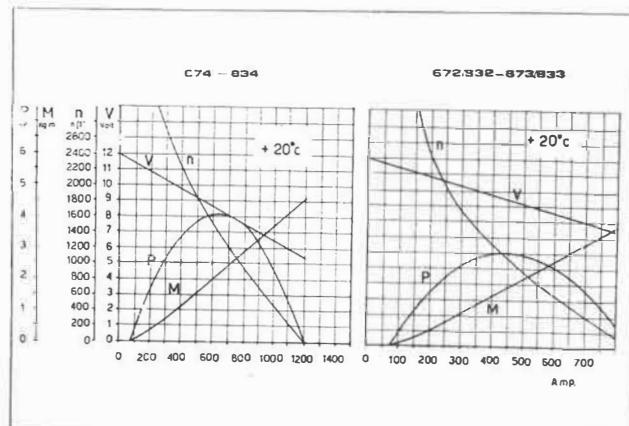

Fig. 62
La fig.62 indique la courbe de puissance(P), le couple transmissible (M), le nombre de t/m et la tension aux bornes du démarreur, en fonction du courant absorbé (Amp) pour une température extérieure de 20°C.